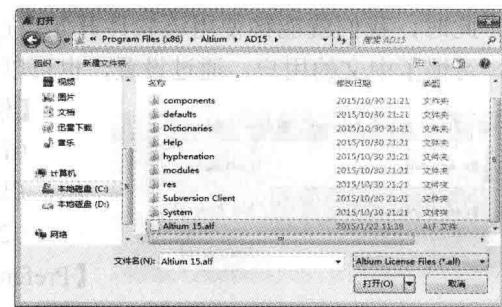

图 1-10 选择指定授权文件对话框
(3) 单击“Add standalone license file”链接，弹出选择授权文件对话框，选择指定授权文件，如图 1-10 所示。